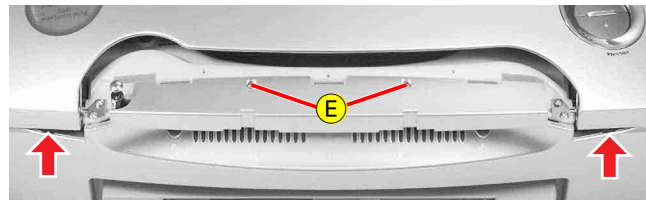

Fig. 3
- 2 Schrauben **E** (Fig. 3) herausdrehen.
- Rückteil an den mit den Pfeilen (Fig. 3) gekennzeichneten Punkten ausrasten.
- Undo 2 screws **E** (Fig. 3).
- Disengage the rear panel of the cabinet at the points marked by arrows (Fig. 3).